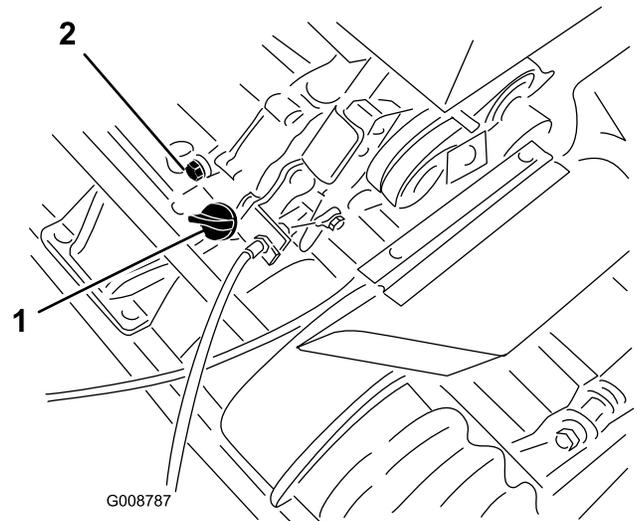

Figura 22
1. Coloque el cortacésped con el motor nivelado, y limpie la zona alrededor del indicador del nivel de aceite (Figura 22).
2. Coloque un recipiente debajo del tapón de vaciado, en la parte trasera de la máquina (Figura 22).